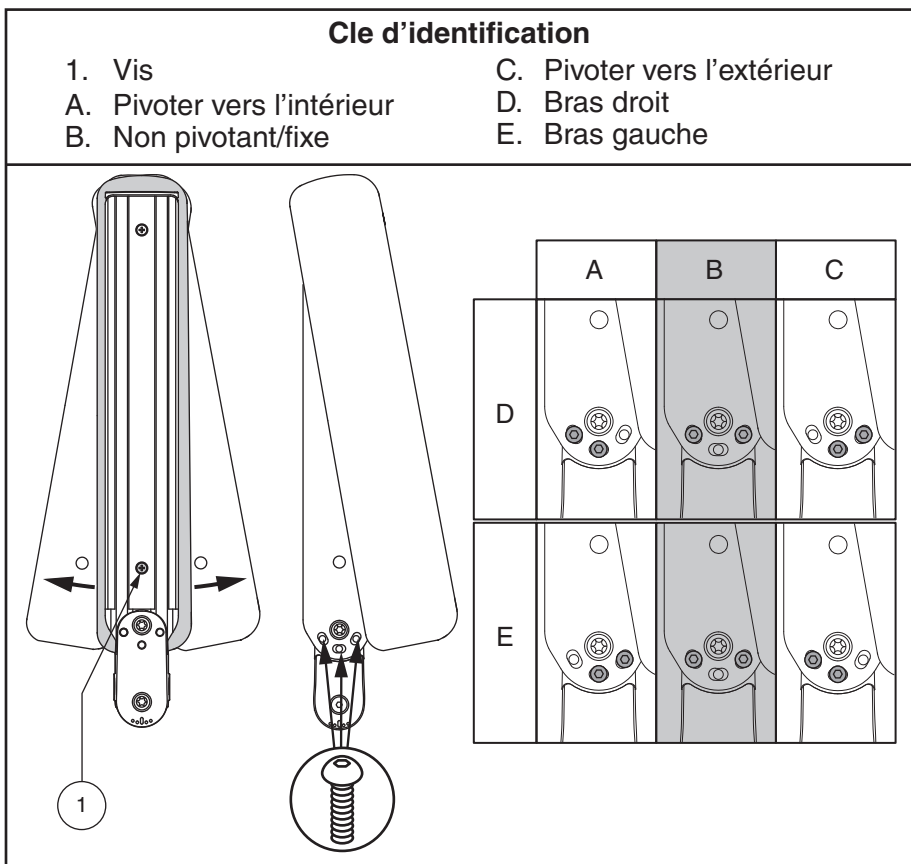

Figure 10. Réglage du pivot des accoudoirs relevables
2. Retirer la vis qui se trouve sur le fond de l'accoudoir et tourner la manchette pour avoir accès aux vis de réglage. **Voir la figure 10.**